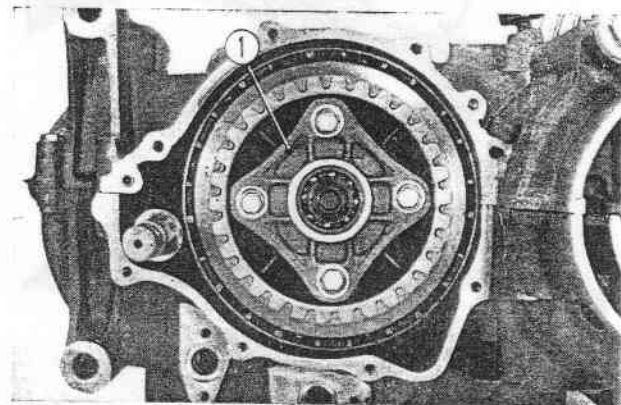

Fig. 4-3 ① Plateau de pression
2. Dévisser les quatre boulons de fixation du plateau de pression et déposer le plateau de pression et les ressorts. (Fig. 4-3)